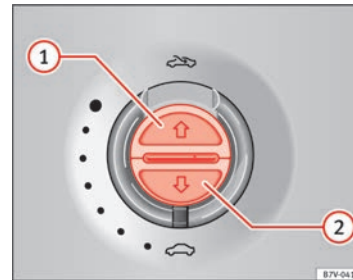

Abb. 59 Im Dachhimmel: Tasten für Sonnenschutzrollo.
Ganz öffnen (Automatiklauf):	Taste ⇒ Abb. 59 ① kurz drücken.
- *Sonnenschutzrollo*: Innerhalb von etwa 5 Sekunden nach dem Auslösen der Kraftbegrenzung die Taste ⇒ **Abb. 59** so lange drücken, bis das Sonnenschutzrollo vollständig geschlossen ist.